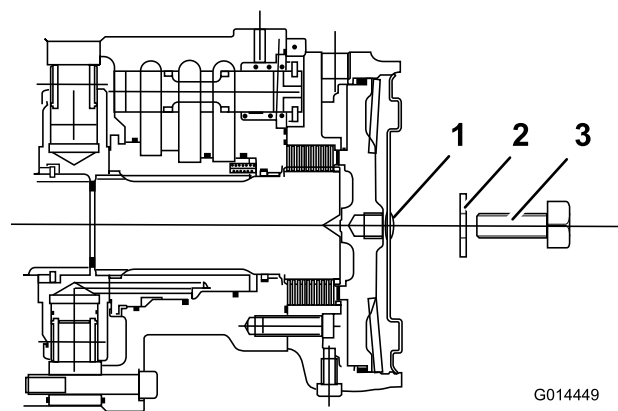

Figura 62
6. Identificate il gruppo freno a disco della ruota anteriore sinistra e ripetete la procedura precedente (Figura 62).